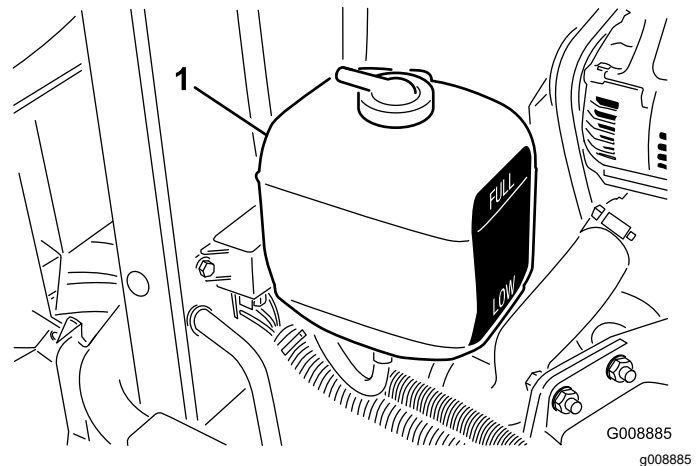

Figure 28
1. Vérifiez le niveau du liquide de refroidissement dans le vase d'expansion (Figure 28). Quand le moteur est froid, le niveau du liquide de refroidissement doit se situer à peu près entre